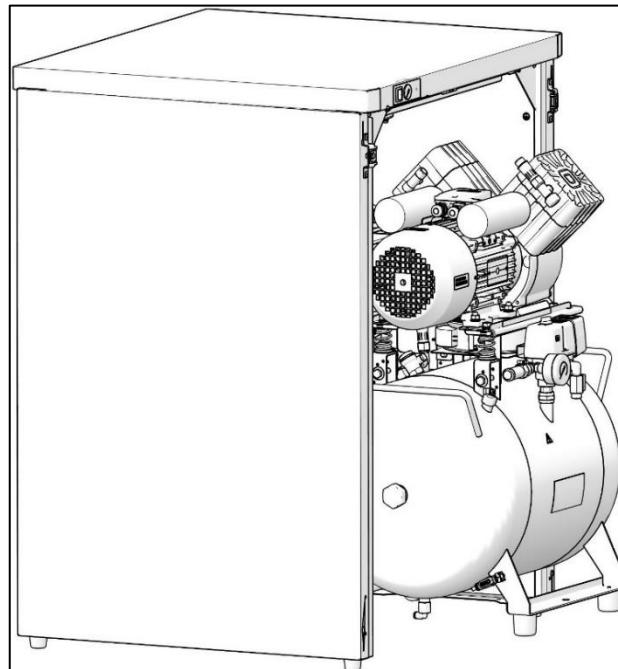

Abb. 15: Positionierung des Kompressors für elektrische Anschlüsse
- Positionieren Sie den Kompressor in einem solchen Abstand vom Schrank, dass der WINSTA-Stecker die elektrische Verbindung zwischen Kompressor und Schrank herstellen kann (Abb. 13, Abb. 15).